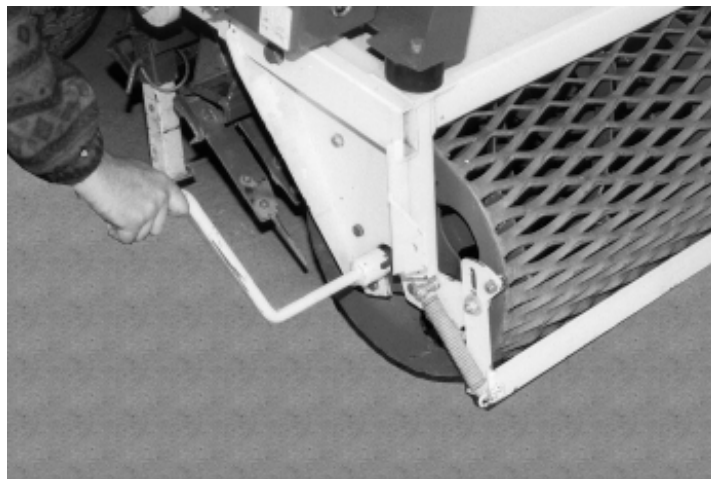

fig. 18
- Skub håndsvinget op på venstre tromleaksel i kørselsretning (fig. 18):